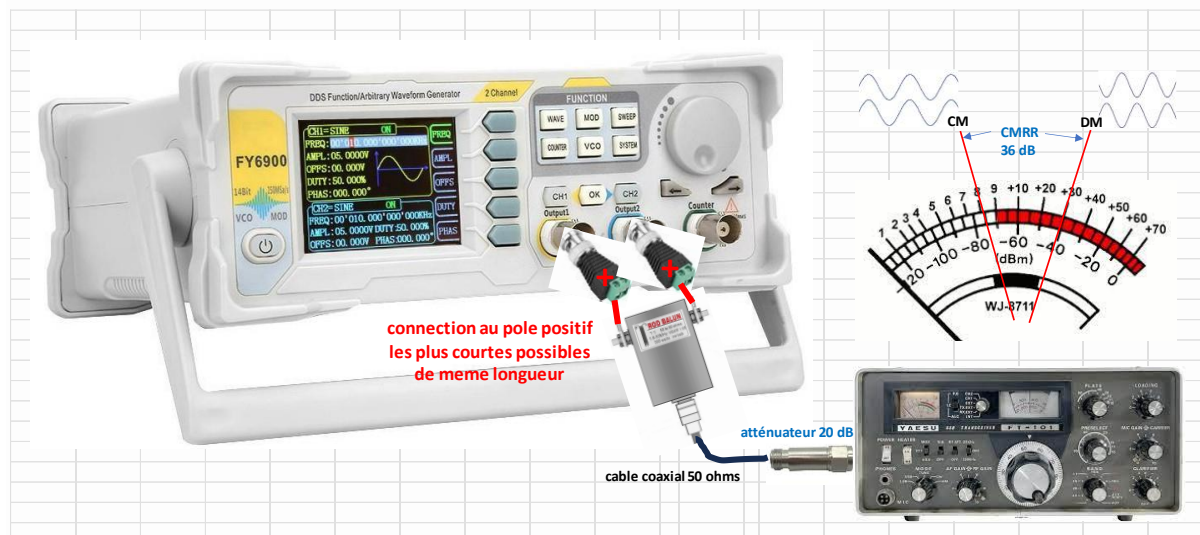

Fig. 16 : connexions du balun
Étape 2 : connecter la borne balun asymétrique au détecteur RF, si nécessaire, via un atténuateur avec un câble coaxial de 50 ohms. (Fig. 16)